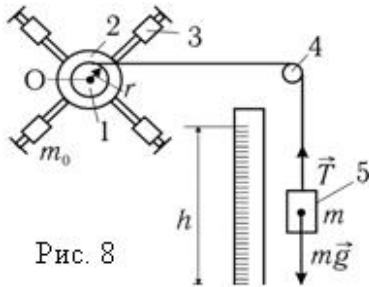

Рис. 8
Основной частью установки является маятника Обербека - крестообразный маятник, который может вращаться с малым трением вокруг оси O (см. рис.8). По стержням крестовины могут перемещаться подвижные цилиндры 3 массой m_0 . На стержнях сделаны пазы (рис.8а), в которых с помощью крепежного винта закрепляются цилиндры m_0 . Пазы для крепления цилиндров расположены на расстоянии 2см . друг от друга. На одной оси с крестовиной насажены шкивы 1 и 2 разного радиуса r . К концу нити, намотанной на один из шкивов и перекинутой через невесомый блок 4, прикрепляется груз 5 массой m , приводящий маятник во вращательное движение. Время прохождения грузом расстояния h измеряют секундомером. Маятник в исходном положении удерживается электромагнитом, при нажатии клавиши "Пуск" секундомера электромагнит отключается, груз начинает ускоренно опускаться (крестовина ускоренно вращаться) и одновременно включается секундомер. Счёт времени заканчивается при достижении грузом нижнего положения. Расстояние h отмечается по линейке, на которой указывается расстояние груза в начальном положении от основания установки. Приняв, что нить невесома, нерастяжима, считаем движение крестовины и грузов равноускоренным. Пройденный путь $h=at^2/2$, где a – ускорение груза, t – время движения. Отсюда: $a = 2h/t^2$. Тогда для углового ускорения крестовины ε имеем:
Рис. 8 а
1) Установите центры подвижных цилиндров m_0 на одинаковом расстоянии l от оси вращения (рис.8а); учтите, что минимальное расстояние цилиндров до оси вращения 12,5см, расстояние между крепежными пазами 2см. Определите радиус шкива r (на установке два шкива - выберите один из них по указанию преподавателя или лаборанта). Определите массу трех грузов m_1 , m_2 , и m_3 , которые будут использованы в работе. Величины r , l , m запишите в таблицу 2. 2) Прикрепите к нити один из грузов m_1 . Вращая маятник, намотайте нить на шкив в один слой и включите электромагнит красной кнопкой, расположенной в верхней части установки. Запишите расстояние h , проходимое грузом при падении. Убедитесь, что нить и груз во время движения не задевают неподвижные части установки или другие предметы. Устраните качание груза и нажмите кнопку «Пуск» секундомера. Запишите в таблицу 2 время движения груза m_1 , повторив опыт четыре раза. 3) Аналогичные измерения проведите с грузами $m_1 + m_2$ и $m_1 + m_2 + m_3$, записывая результаты в таблицу 2.
m , увеличивая всякий раз на 2см расстояние цилиндров ℓ от оси вращения (смещая их на следующий крепежный паз; рис.8а). Результаты измерений ℓ и t вносите в таблицу 3.